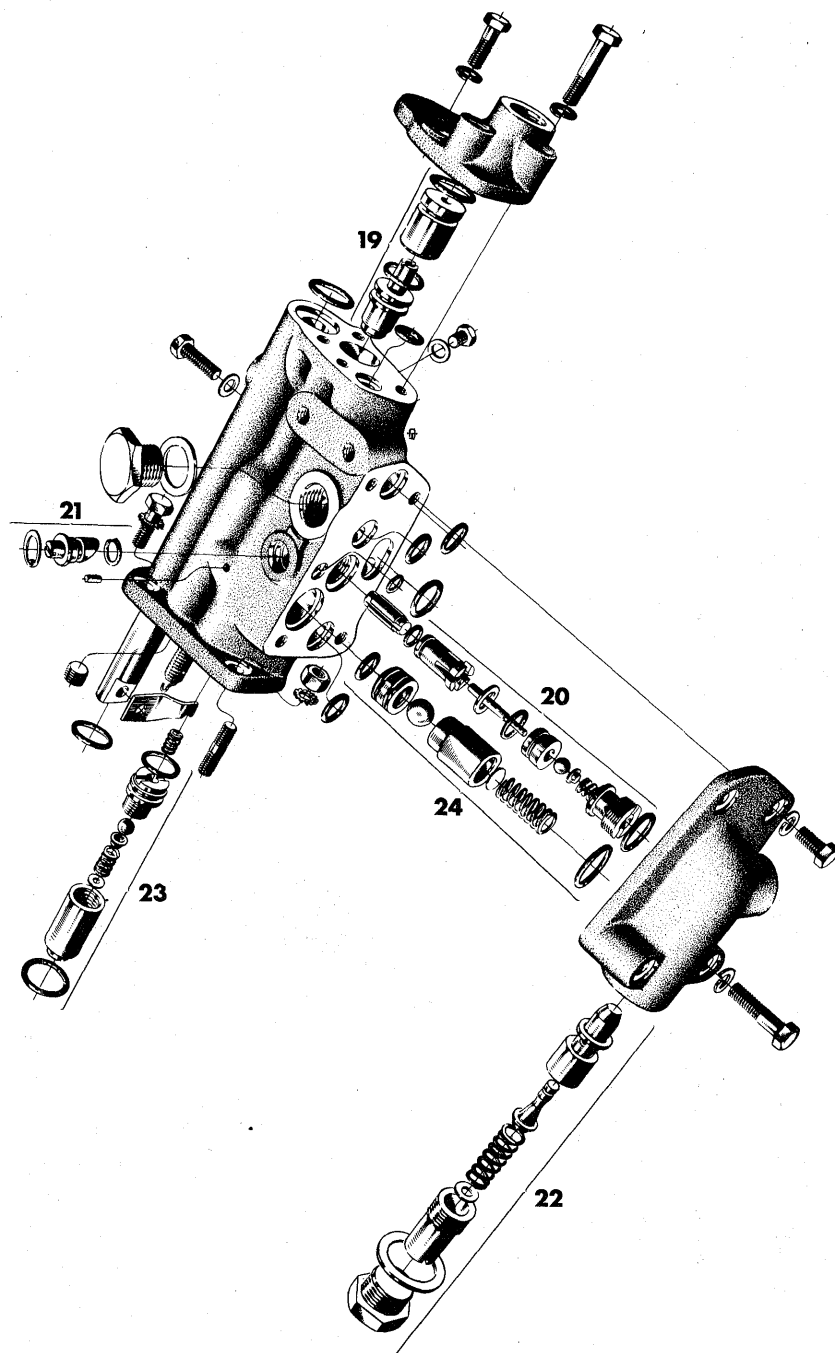

Fig. 41. Exploded view af reguleringsventilen.
I reguleringsventilen (39) fig. 41 og 42, findes foruden kanaler for olien, glide- ren (35), aflastningsventilen (19), sænke- ventilen (20), returventilen (24), over- strømningsventilen (22), sikkerhedsven- tilen (23) og en ventil for regulering af sænkehastigheden (21). Reguleringsven- tens ene ende er fastboltet til hydrau- likhuset, og de oliekanaler der udmun- der i denne ende er derved i direkte forbindelse med hydraulikhuset.